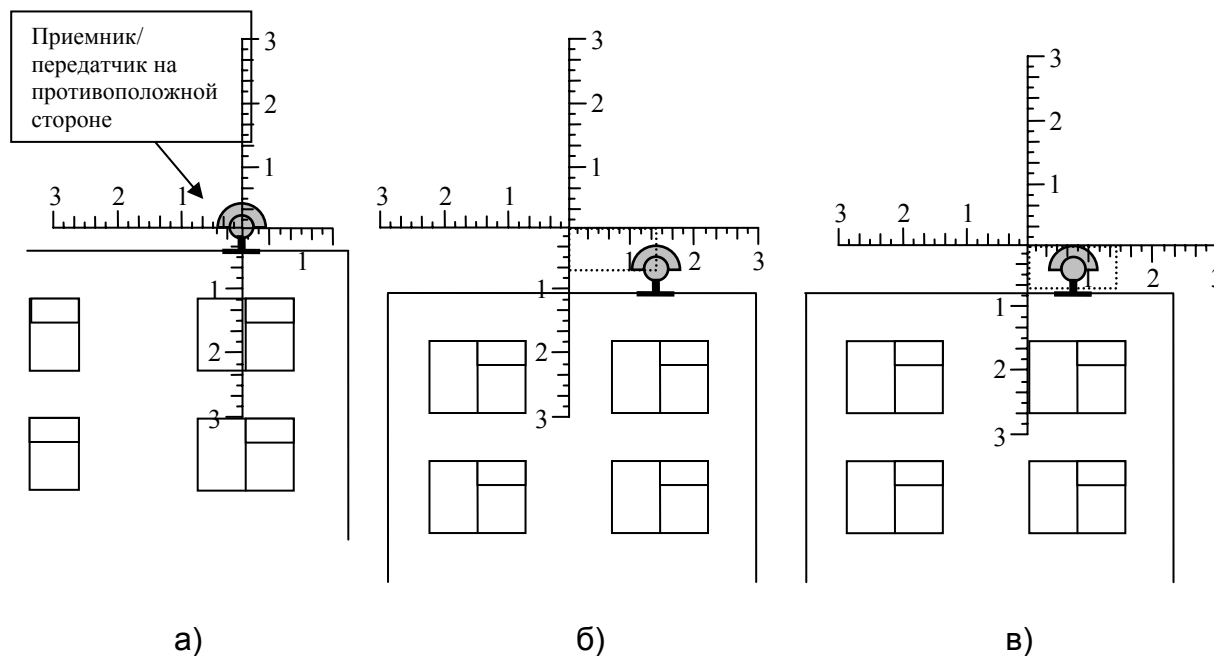

Рисунок 1
4. Наблюдая положение противоположного приемника/передатчика в окуляр ППВН - направляя передатчик/приемник руками - переместите его до совпадения центра шкалы ППВН с центром противоположного приемника/передатчика (см. Рис.1,а).
6. Пользуясь ключами-ручками винтов точного наведения (одновременно двумя по горизонтали или одним по вертикали) совместить центр шкалы ППВН с удаленным приемником (см. Рис. 1,а).
8. После переворота ППВН наблюдатель увидит смещение, выделенное на рис. 1,б пунктиром.
(Например: на Рис.1,б по вертикали требуется переместиться на 1,5 деления шкалы вверх и на 3 деления шкалы влево. В итоге должно получиться положение, как на рис. 1,в).